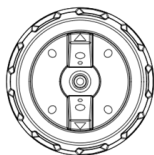

Рис. 5
- горизонтальная плоская струя (рис. 5);